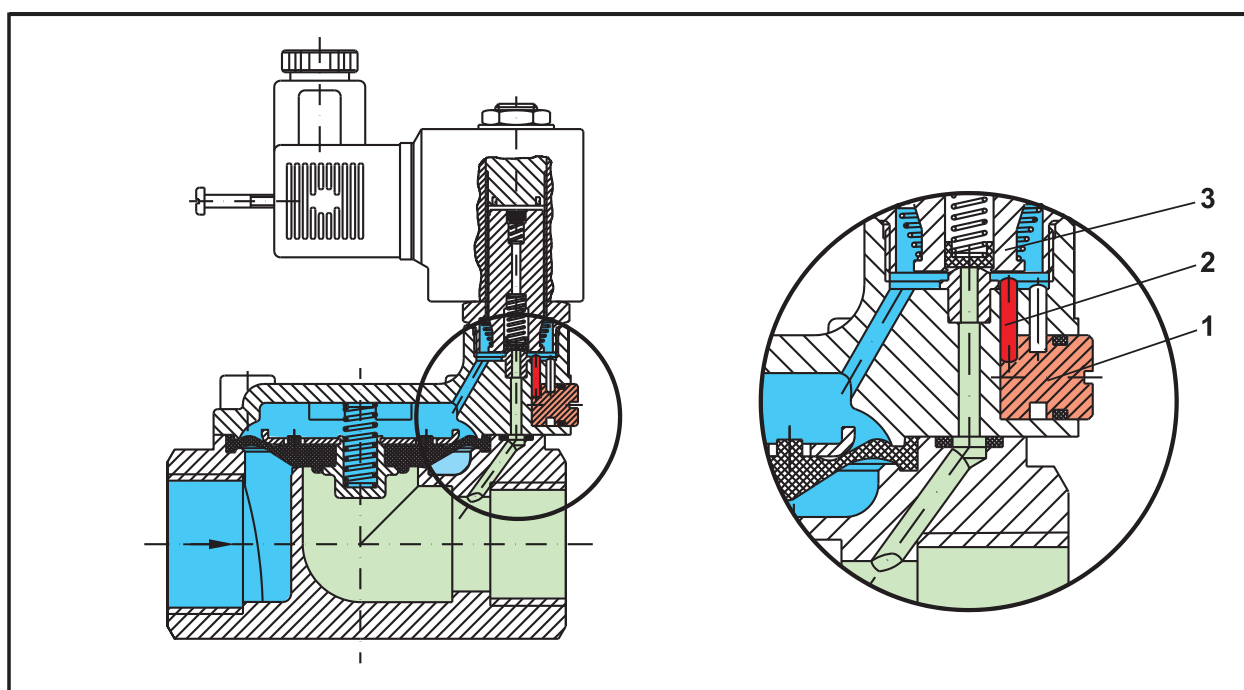

Рис. 4.7 Принцип работы: ручное управление – клапан с сервоприводом
С опцией ручного управления клапан приводится в действие, в зависимости от исполнения, с помощью маховика (электромагнитный клапан комбинированного действия) или регулировочного винта (электромагнитный клапан с сервоприводом и клапан прямого действия). В клапане комбинированного действия основной затвор поднимается путем поворота шпинделя с маховиком (см. рис 4.6). В клапанах с сервоприводом и клапанах комбинированного действия подъем плунжера (3) осуществляется штифтом (2), который приводится в движение вращением эксцентрикового винта (1), вследствие чего открывается регулирующее отверстие (см. рис. 4.7).